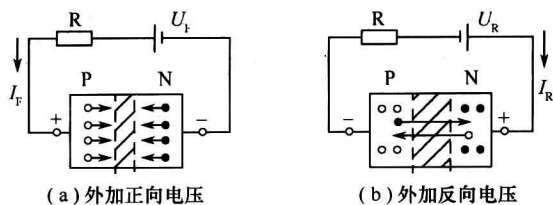

图 1-4 PN 结的单向导电性
(1) 外加正向电压也称正向偏置,简称正偏。当外加正向电压(P 区接电源正极、N 区接电源负极)时,此时内、外电场方向相反。在外电场的作用下,P 区的多数载流子(空穴)和 N 区的多数载流子(电子)都向空间电荷区移动,分别与空间电荷区中的一部分负、正离子中和,使空间电荷量减少,空间电荷区变窄,PN 结呈现一个很小的电阻,此时多子扩散形成的正向电流 I_F 较大,如图 1-4(a) 所示。
(2) 外加反向电压也称反向偏置,简称反偏。当外加反向电压(P 区接电源负极、N 区接电源正极)时,内外电场方向一致,如图 1-4(b) 所示。在外电场的作用下,P 区的多数载流子(空穴)和 N 区的多数载流子(电子)远离空间电荷区,使空间电荷量增多,空间电荷区变宽,这一结果有利于少数载流子的